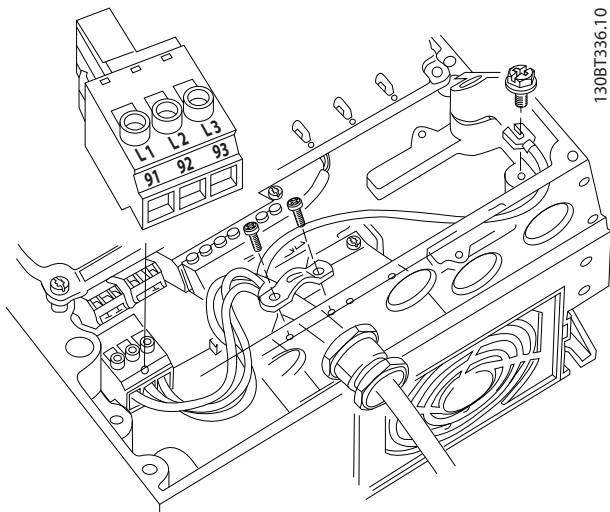

Ilustración 4.9 Conexión a la red de CA
1. Conecte el cableado de alimentación de entrada trifásica de CA a los terminales L1, L2 y L3 (consulte *Ilustración 4.9*).